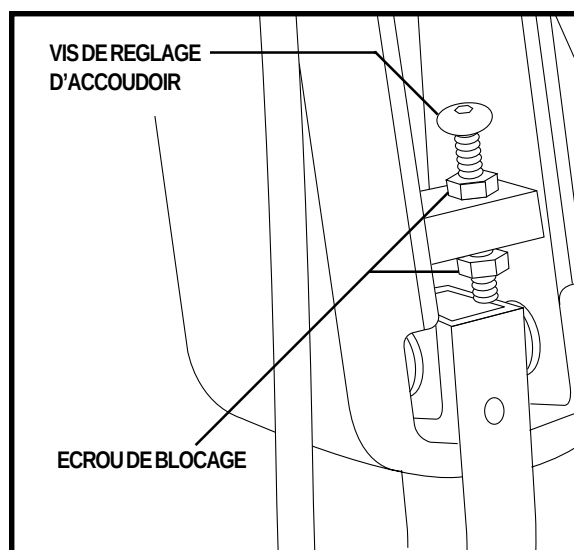

Figure 19. Inclinaison des accoudoirs
2. Desserrez l'écrou de verrouillage. Voir la figure 19.